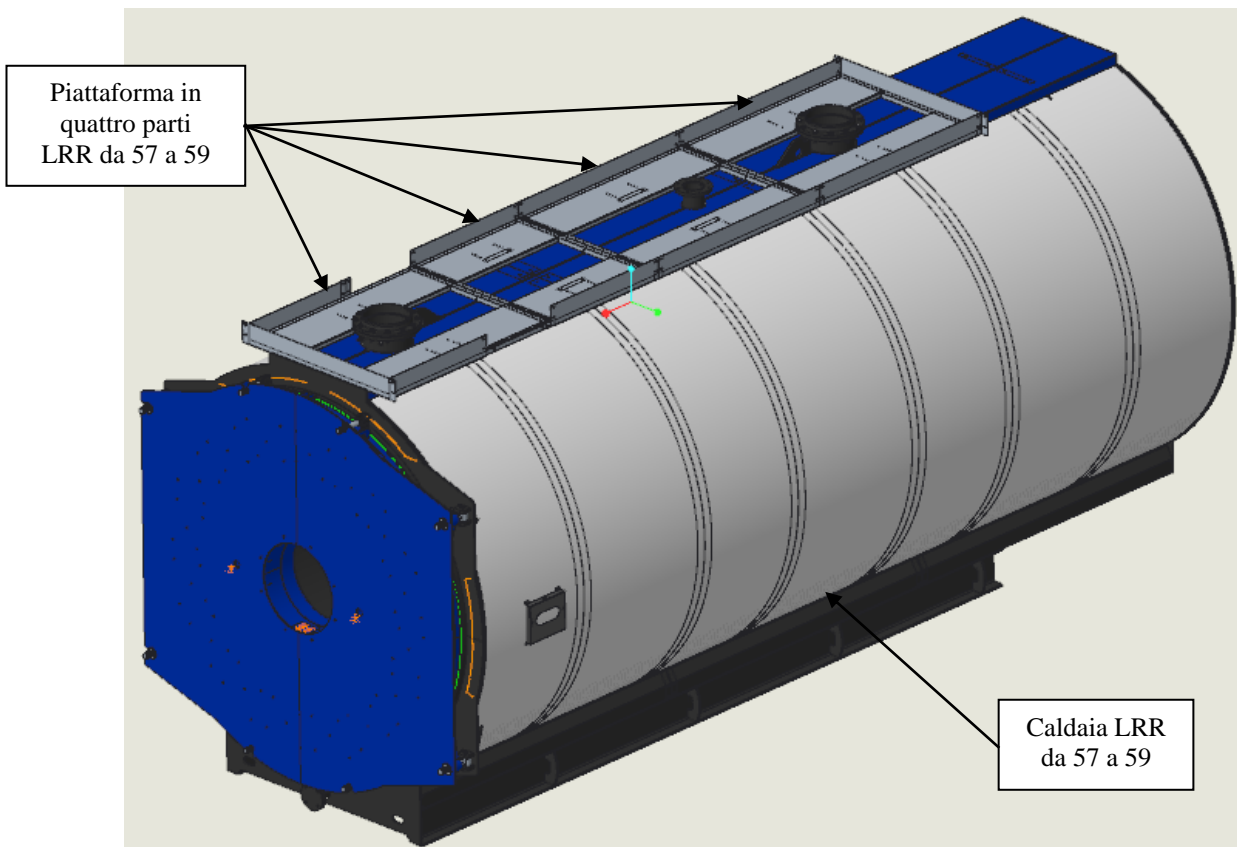
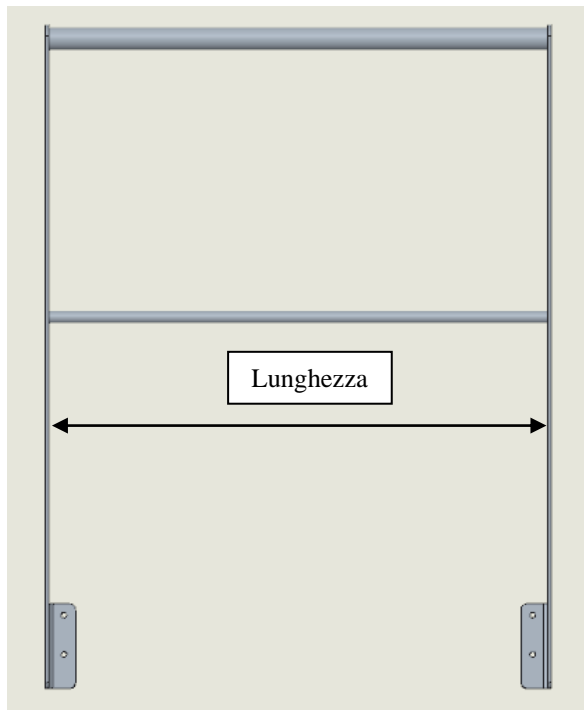
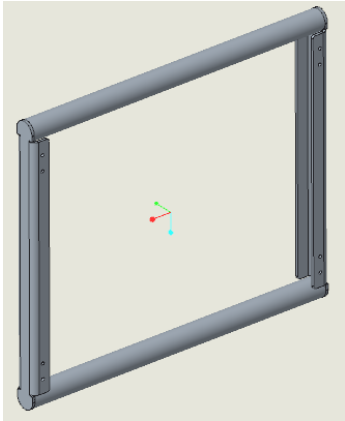
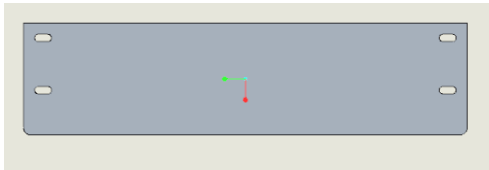

FIG. 2: 3 lunghezze diverse
FIG. 3
FIG. 9
FIG. 10
Supporti delle ringhiere (**FIG. 2**) alla piattaforma (**FIG. 1**).
Supporti delle ringhiere (**FIG. 2**) tra di loro.
Supporti delle ringhiere (**FIG. 2**) sulla piattaforma (**FIG. 3**).
- Montaggio del battiscopa lungh. 600 (**FIG. 9**) sulla ringhiera (**FIG. 2**) con l'aiuto del supporto del battiscopa (**FIG. 10**) sul lato opposto a quello di accesso alla passerella. Utilizzare le viti HM8x25 + rondelle + dadi del kit bulloneria (**REP11**).